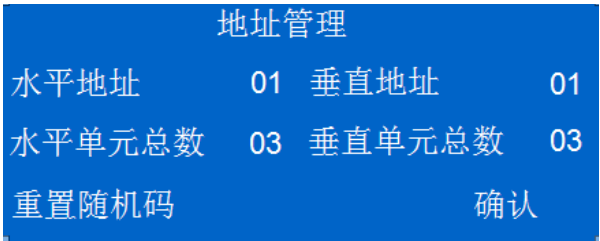

图 1.1.4
1.1.1.4:按遥控器的“确认”键。进入下图 1.1.4: